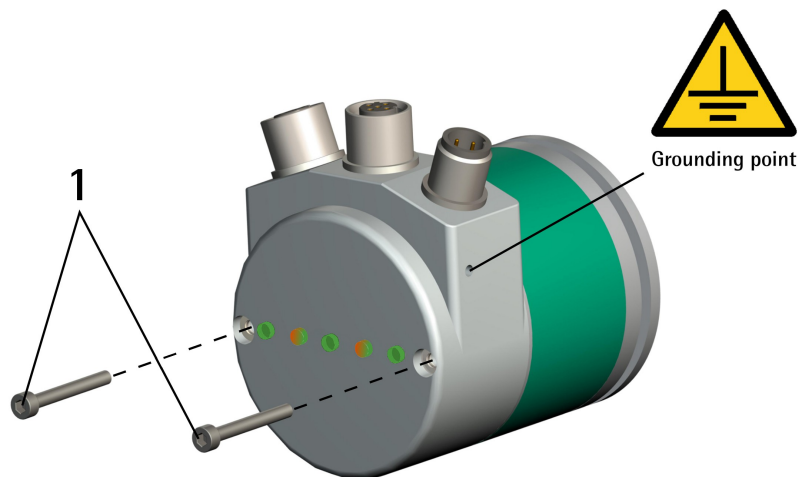

Figura 2 - Rimozione del coperchio dell'encoder
Per accedere al DIP switch DIP A predisposto per il reset dei parametri di configurazione della rete ai valori di fabbrica (valori di default) occorre rimuovere il coperchio. Per ogni informazione sulla rimozione del coperchio riferirsi alla sezione seguente "4.9 Coperchio encoder (Figura 2)".
- rimuovere il coperchio come spiegato nella successiva sezione "4.9 Coperchio encoder (Figura 2)";
- ripristinare il coperchio come spiegato nella successiva sezione "4.9 Coperchio encoder (Figura 2)";
#### 4.9 Coperchio encoder (Figura 2)